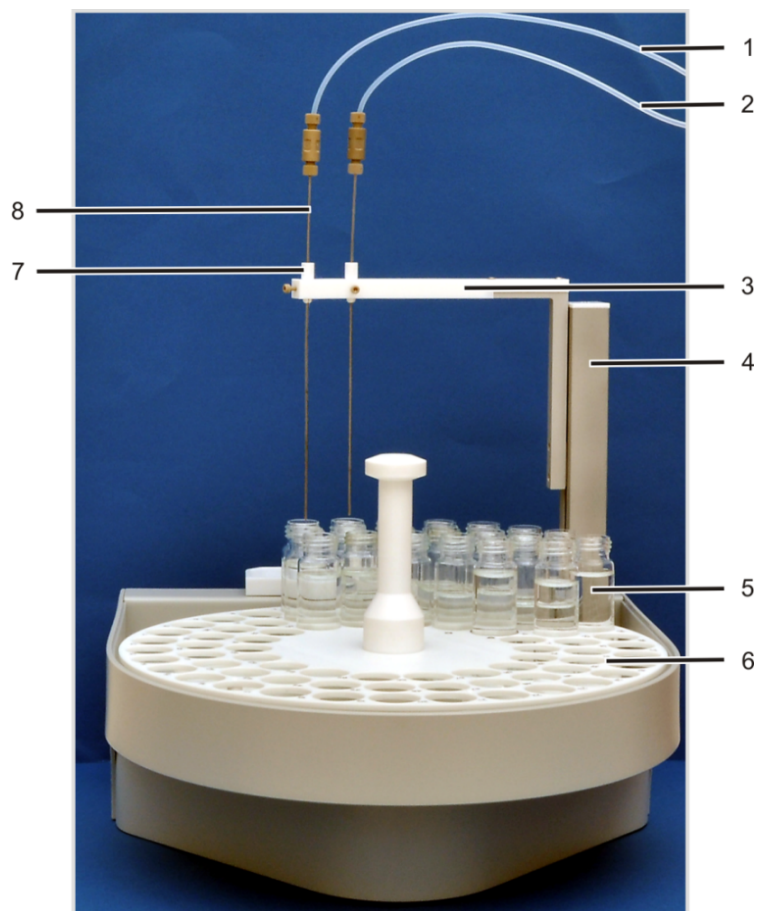

Fig. 32 Struttura del campionatore AS vario
- ▶ Nel caso delle misurazioni del NPOC con un'espulsione parallela: inserimento di una cannula con manicotto in ciascuna delle due posizioni del portacannule (Fig. 32 e 53).